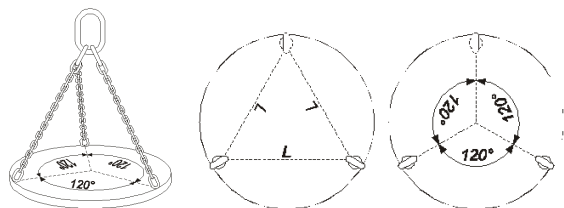

Figure 1
- avec **une chaîne de levage trois-brins**, les points de levage doivent être à égale distance ou plutôt ils doivent dessiner un triangle équilatéral avec chaque angle à 120° (voir le figure 1)